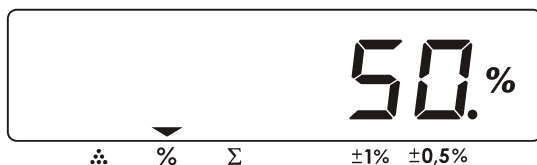

Рисунок 37. Показания дисплея после определения %-ного отношения между текущим и предыдущим весом.
- положите другой товар на весы. На экране дисплея появится %-ное отношение веса этого товара к весу предыдущего (см. Рисунок 37):